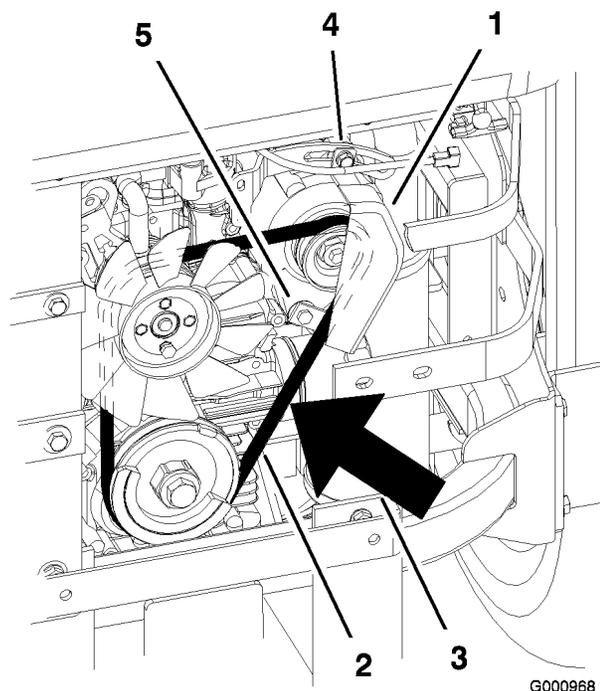

Figure 63
- Desserrez le boulon inférieur et retirez le boulon de fixation supérieur de l'alternateur et du couvercle (Figure 63).
9. Installez une courroie neuve autour des poulies et de l'alternateur (Figure 63).
14. Serrez le boulon inférieur et vissez le boulon de fixation supérieur de l'alternateur et du couvercle (Figure 63).
2. Réglez l'alternateur vers l'extérieur jusqu'à ce que la courroie présente une flèche de 7 à 9 mm quand une force de 10 kgf est exercée entre les poulies du moteur et de l'alternateur (Figure 63).
5. Si la flèche est correcte, serrez les boulons inférieur et supérieur (Figure 63).